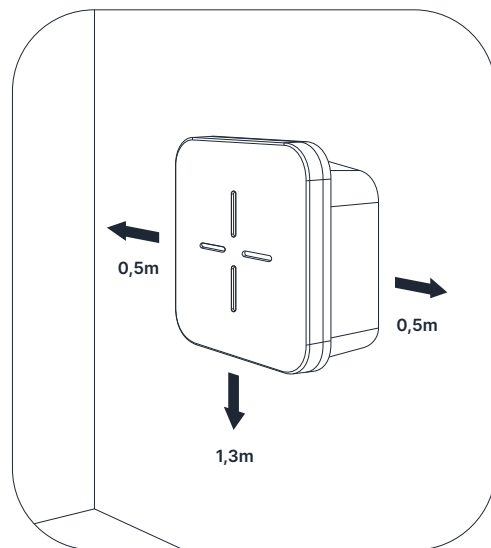

Abb. 13 - Freiraum um die Ladestation 1P7K bei der Wandmontage
- Vergewissern Sie sich, dass genügend Platz für die Installation der Ladestation vorhanden ist (siehe Kapitel **4.5 Allgemeine und Montagemaße** und **Abb. 13 Abstand um die Ladestation 1P7K** bei Wandmontage);